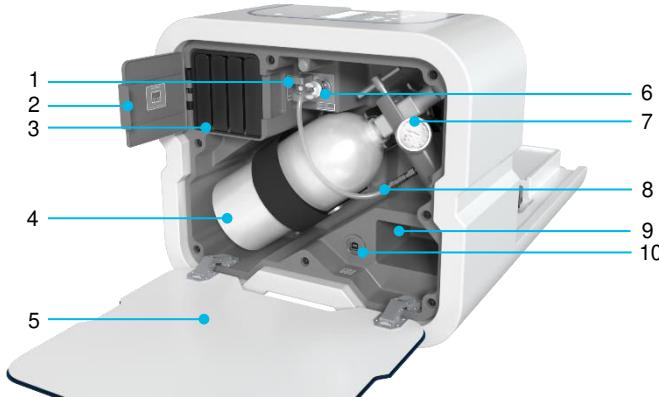

Figura 4 Vista interna del vano per il Kidney Assist Transport.
- Aprire lo sportello del vano (Figura 4, voce 5), premendo delicatamente sulla parte superiore, per accedere al vano ossigeno e batteria.
Aprire lo sportello del vano batteria (Figura 4, voce 2). Posizionare quattro batterie completamente caricate (Figura 4, voce 3). Utilizzare solo batterie compatibili fornite da XVIVO. Controllare la carica di ogni batteria premendo il simbolo "push" sulla stessa. Ogni LED rappresenta il 25% della capacità. Assicurarsi di non toccare il pannello di controllo o di non appoggiare nulla sul dispositivo mentre si posizionano le batterie.
- Collegare il regolatore di ossigeno (Figura 4, voce 7) a una bombola di ossigeno completamente riempita (Figura 4, voce 4) stringendo manualmente la filettatura del regolatore. Rimuovere il sigillo della bombola. Verificare inoltre che la valvola sia pulita e che non ci siano tracce di olio o lubrificante. Se necessario, pulire la bombola.
- Tramite la linea dell'ossigeno (Figura 4, voce 8), effettuare il collegamento tra il regolatore dell'ossigeno al raccordo dell'ossigeno con valvola di sicurezza (Figura 4, voce 6) sul dispositivo. Assicurarsi che il flusso di ossigeno sia impostato a 0,1 l/min.